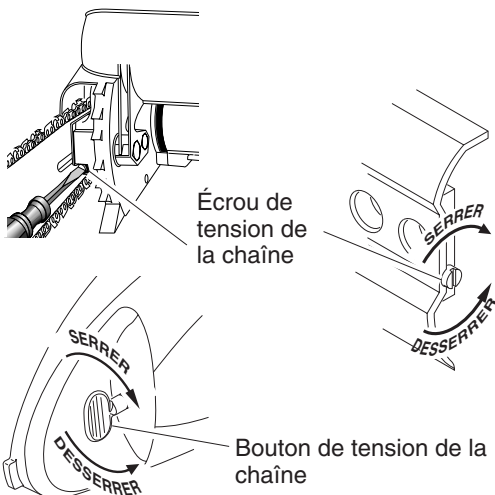

Figure 2 - Emplacement de l'écrou et du bouton de tension de la chaîne
3. Tourner l'écrou (ou le bouton) de tension de la chaîne dans le sens antihoraire pour desserrer le rail et la chaîne davantage (voir la Figure 2).
1. Tourner l'écrou (ou le bouton) de tension de la chaîne dans le sens antihoraire jusqu'au bout. Une fois rendu au bout, arrêter de serrer (voir la Figure 2).
7. Tourner l'écrou ou le bouton de tension de la chaîne dans le sens horaire jusqu'à ce que le bloc de réglage s'engage dans le trou de réglage de la barre (voir les Figures 2 et 4).